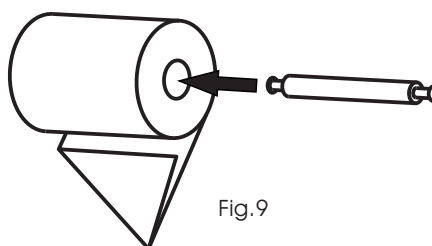

Fig.9
- d► Insira o eixo da impressora no centro da bobina (Fig. 9).